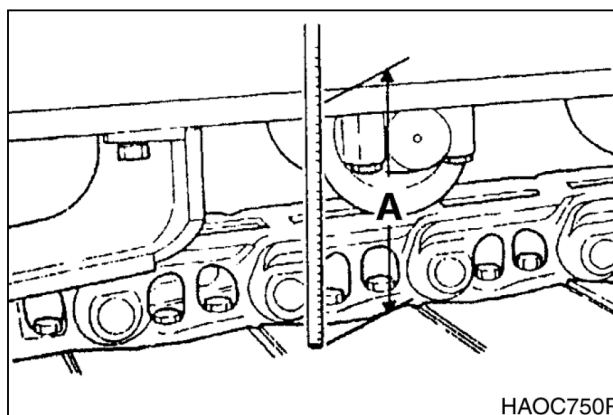

Рис. 2
2. Измерить расстояние (А, рис. 2) между нижней частью боковой рамы и верхней частью нижнего ходового башмака. Рекомендуемое натяжение для работы на большинстве типов поверхности – расстояние «В» в таблице ниже.